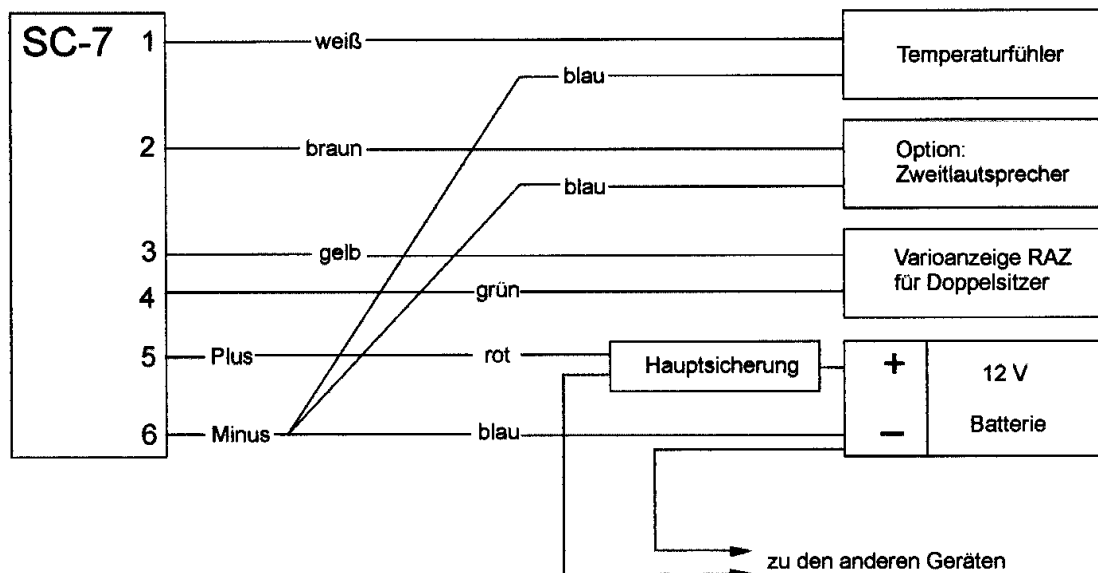

Abbildung 2: Verkabelung
- Batterie, Zusatzanzeige für hinteren Sitz, Zusatzlautsprecher und Temperaturfühler werden an der rückwärtigen Klemmleiste nach dem Anschlußplan in Abb. 2 angeschlossen.